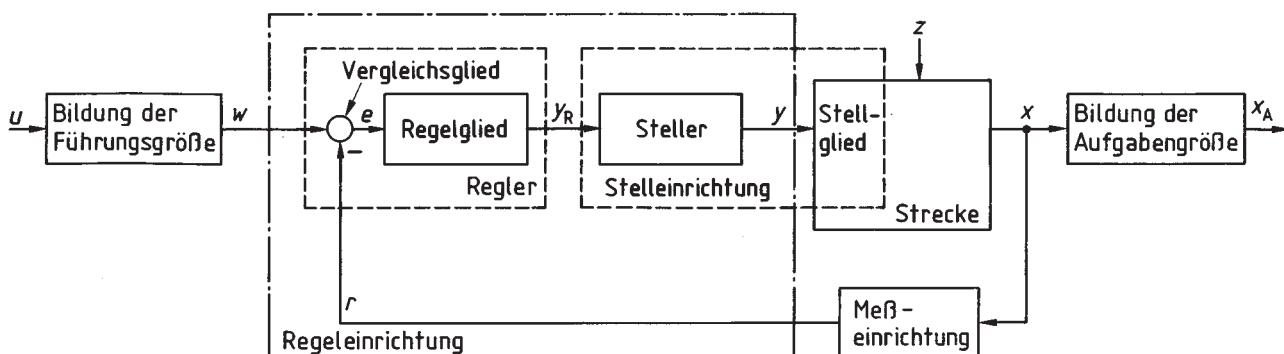

Bild 3: Typischer Wirkungsplan einer Regelung
ANMERKUNG: Das Stellglied* wird der Strecke zugeordnet (siehe Bild 3).
ANMERKUNG: In Bild 3 werden alle für die technische Ausführung eines Regelkreises typischen Komponenten gezeigt. In der Darstellung wird berücksichtigt, daß der Vergleich der Führungsgröße mit der Regelgröße* selbst in der Praxis selten möglich ist, sondern nur der Vergleich mit der sie abbildenden Rückführgröße.
- Bei nicht oder nicht ausreichend erfassbaren Störgrößen oder instabilen Regelstrecken* sind regelungstechnische Maßnahmen nötig, d. h. Erfassung und Rückführung der Ausgangsgrößen* der Strecke, um die Wirkung der Störgrößen auszugleichen oder auch die Strecke zu stabilisieren (siehe Bild 3).